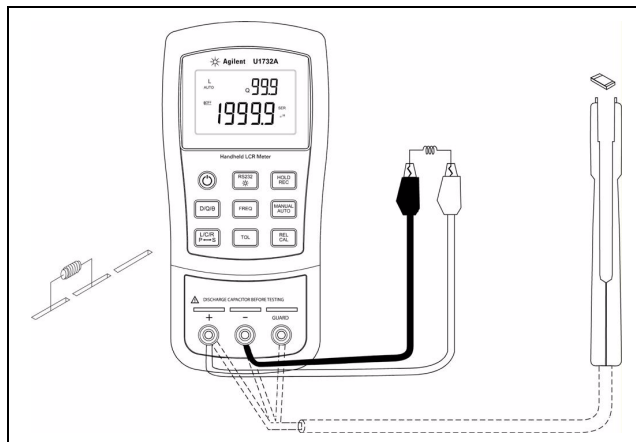
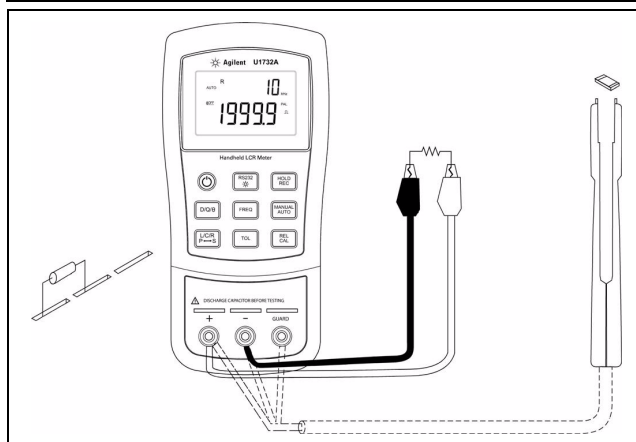

Figura 1-1 Medição de indutância
Figura 1-3 Medição da resistência
- 1 Pressione a tecla **L/C/R** para selecionar indutância (L), capacitância (C) ou resistência (R).
- 7 As configurações das medições de L/C/R são mostradas na Figura 1-1 até a Figura 1-3.